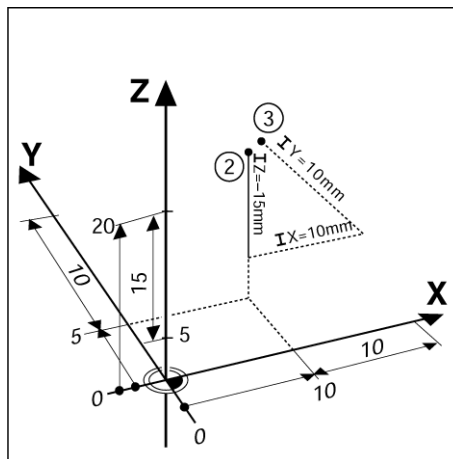

fig. I.3 Position 3 comme exemple de „positions pièce incrémentales“
**Exemple:** Coordonnées incrémentales de la position 3 se référant à la position 2. Cf. fig. I.3.